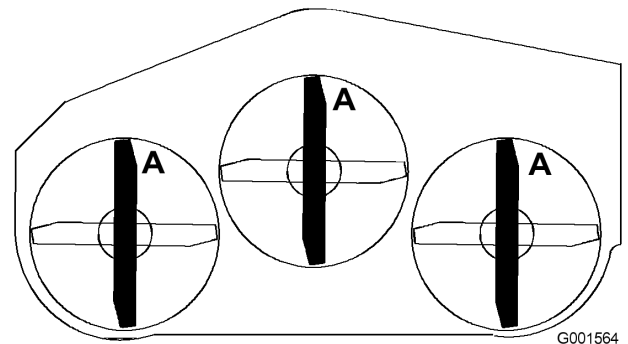

Figura 46
1. Gire las cuchillas hasta que los extremos estén orientados hacia adelante y hacia atrás (Figura 46).